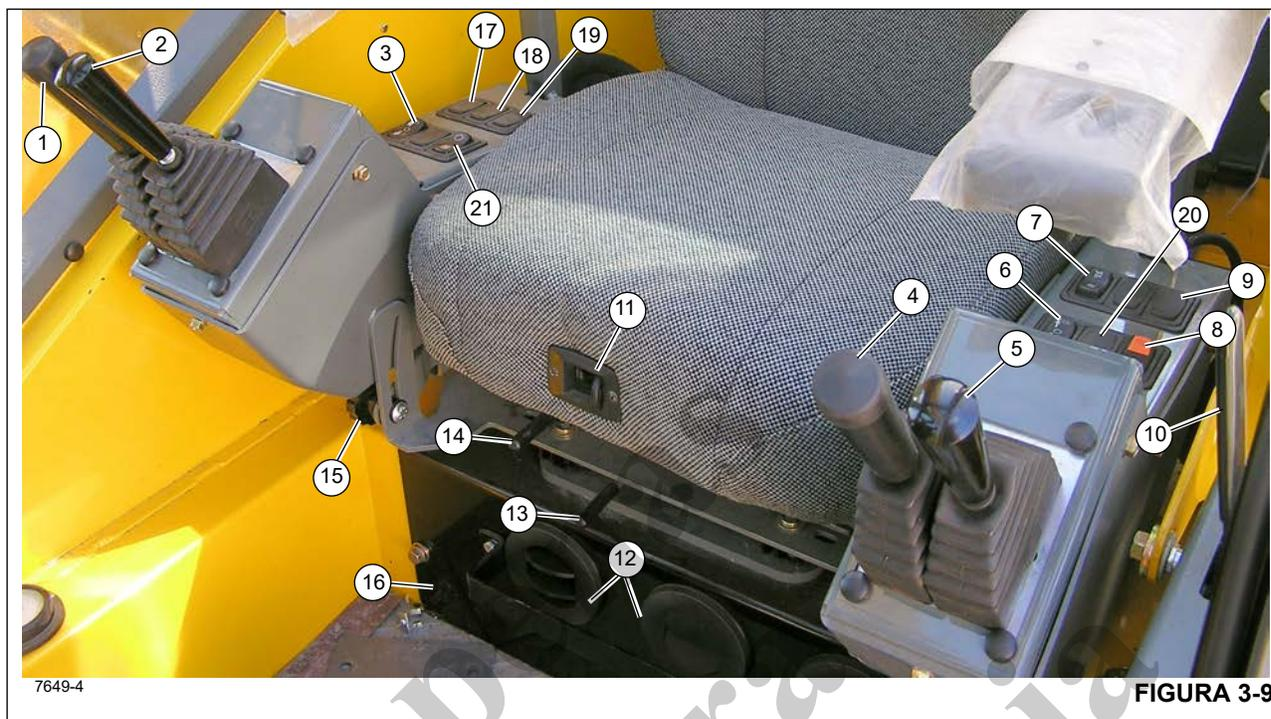

Figura 3-9 Números dos itens
O indicador de intereixos bloqueado (22, Figura 3-7) localiza-se no mostrador de indicadores da coluna de direção. Esse indicador acende quando a Chave de bloqueio do diferencial (10, Figura 3-9) é pressionada para a posição Lock (bloqueado); na posição Bloqueado não há ação diferencial entre as rodas.
O controle do guincho principal (1, Figura 3-9) localiza-se no apoio de braço direito. O joystick, quando empurrado para a frente abaixa o cabo. Quando puxado para trás ele eleva o cabo.
O controle de elevação da lança (2, Figura 3-9) localiza-se no apoio de braço direito. Quando empurrado para a frente o joystick abaixa a lança, puxado para trás ele eleva a lança.
A chave seletora da velocidade do guincho principal (3, Figura 3-9) é uma chave de três posições fixas (Alta/desligada/baixa) (High/Off/Low) localizada no apoio de braço direito. Colocada na posição Alta, permite a operação das funções do guincho principal e energiza o solenoide de velocidade Alta do guincho principal, proporcionando altas velocidades do cabo. Colocada na posição central, Off (Desligada), a elevação é impedida. Colocada na posição Low (Baixa), permite a operação das funções do guincho principal e desenergiza o solenoide de velocidade alta do guincho principal, proporcionando baixas velocidades do cabo.
O controle do guincho auxiliar (4, Figura 3-9) localiza-se no apoio de braço esquerdo. O joystick controla as funções do guincho auxiliar; empurre o joystick para a frente para soltar o cabo do guincho ou puxe a alavanca para trás para enrolar o cabo.
O Joystick de controle de giro (5 Figura 3-9), localizado no apoio de braço esquerdo, controla a função de giro. Quando empurrado para a frente, o joystick gira a plataforma rotativa no sentido horário; puxado para trás, gira a plataforma rotativa no sentido anti-horário; aciona uma válvula de controle pela pressão piloto hidráulica para proporcionar um giro contínuo de 360 graus no sentido desejado.
A chave seletora da velocidade do guincho principal (6, Figura 3-9) é uma chave de três posições fixas (Alta/desligada/baixa) (High/Off/Low) localizada no apoio de braço esquerdo. Colocada na posição High (Alta), permite a operação das funções do guincho auxiliar e energiza o solenoide de velocidade Alta do guincho auxiliar, proporcionando altas velocidades do cabo. Colocada na posição central, Off (Desligada), a elevação é impedida. Colocada na posição Low (Baixa), permite a operação das funções do guincho auxiliar e desenergiza o solenoide de velocidade alta do guincho auxiliar, proporcionando baixas velocidades do cabo.
A chave de controle da direção traseira (7, Figura 3-9) tem três posições, centralizada por mola na posição desligada e está localizada no apoio de braço esquerdo. Pressione a parte inferior da chave para acionar uma válvula de controle para virar as rodas traseiras para à esquerda fazendo com que o guindaste vire para a direita. Pressione a parte superior da chave para acionar uma válvula de controle para virar as rodas traseiras à direita fazendo com que o guindaste vire
A chave de controle do freio de giro (8, Figura 3-9) localiza-se no apoio de braço esquerdo. Esta chave de duas posições (Ligado/Desligado) é usada para controlar uma válvula hidráulica que direciona um fluxo regulado de pressão do e para o freio de giro. Com a chave na posição On (Ligada) o freio de giro será acionado, na posição Off (Desligada) o freio de giro será liberado. Quando a chave estiver na posição On (Ligada), a luz indicadora vermelha na coluna de direção acende. A chave tem uma trava para evitar ativação acidental.
A Chave de controle de bloqueio do diferencial (9, Figura 3-9) localiza-se no apoio de braço esquerdo. É uma chave temporária de duas posições. Quando colocada na posição Lock (Bloquear), as estrias do colar de mudança se acoplam com as estrias da caixa do diferencial e os eixos e o conjunto do diferencial se travam ao mesmo tempo e o diferencial não atua entre as rodas. Quando colocada na posição Unlock (Desbloquear), há ação normal permanente do diferencial entre as rodas. O indicador âmbar na coluna de direção acende quando as chaves de proximidade em cada eixo forem ativadas.
Use a alavanca de liberação da porta da cabine (10, Figura 3-9) para abrir e fechar a porta da cabine do lado de dentro da cabine.
Para ajustar o encosto do banco, pressione o botão de ajuste (11, Figura 3-9) e ajuste o assento conforme a necessidade.
A unidade de controle do ar-condicionado/aquecedor da cabine (16, Figura 3-9) localiza-se na cabine, sob o assento do motorista. As saídas (12) fazem parte da unidade de controle climático e podem ser ajustadas para direcionar o fluxo de ar.
Movendo a alavanca de deslizamento do assento (13, Figura 3-9) apenas o assento desliza para a frente ou para trás.
Movendo a Alavanca de deslizamento da estrutura do assento (14, Figura 3-9), o assento e a estrutura do assento, com os controles do apoio de braço, deslizam para a frente ou para trás.
O apoio de braço e os controles do apoio de braço podem ser ajustados por meio dos botões de ajuste (15, Figura 3-9). Solte o botão e gire o apoio de braço até a posição desejada, reaperte o botão ao concluir o ajuste.
Os indicadores de rotação do guincho para os guinchos auxiliar e principal localizam-se na parte superior da respectiva alavanca de controle (1 e 4, Figura 3-9). Cada indicador é acionado eletronicamente por um sinal de entrada originado por um sensor fixado ao guincho correspondente e por um sinal de saída de um módulo de controle. Cada alavanca de controle do guincho (1,4) pulsa quando o guincho correspondente estiver em funcionamento de maneira a ser sentida pelo polegar do operador.
A chave de inclinação da cabine (17, Figura 3-9) localiza-se no apoio de braço direito. É uma chave temporária de três posições, centralizada por mola na posição desligada. Ela tem duas posições, para cima e para baixo, permitindo que a cabine seja inclinada para cima ou para baixo.